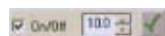

Рис. 134
- Нажмите кнопку **Stitch Down** на главной панели инструментов: . Появляется диалоговое окно (рис. 134).